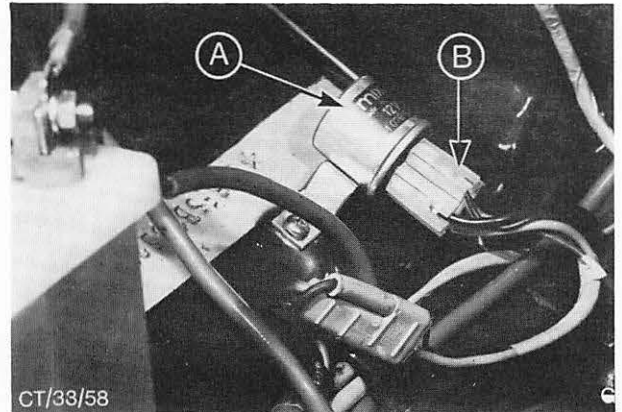

Abb. 47 A = Relais — Startsperr
2. Relais vom rechten Stehblech abschrauben (2 Schrauben), Abb. 47.